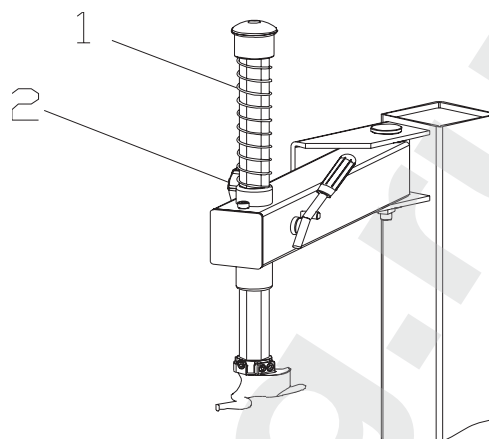

Рис. 4-10
Установите пружину (1) на вертикальный шток. Установите винт, снятый с крышки штока, и вкрутите маховичок в резьбовую втулку консоли, как показано на рис. 4-10.